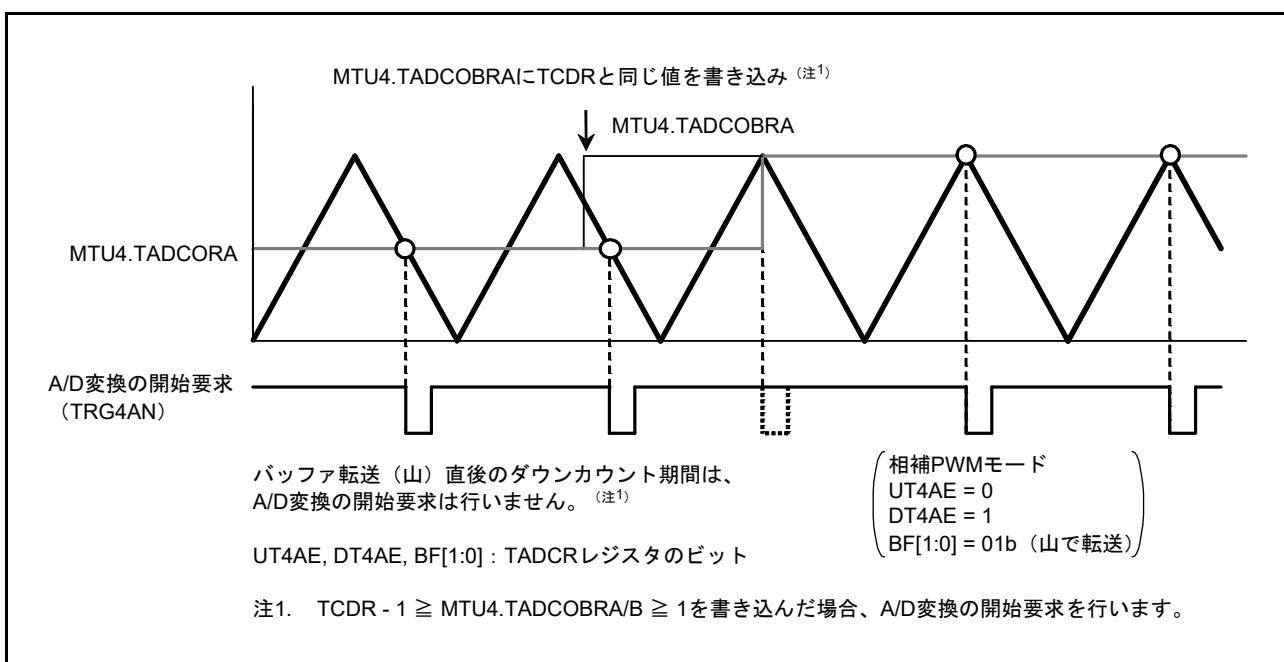

図 20.126 MTU4.TADCOBRA に TCDR と同じ値を書き込んだときの A/D 変換の開始要求
- MTU4.TADCOBRA, MTU4.TADCORB レジスタに TCDR レジスタと同じ値、かつ、MTU4.TADCR レジスタの DT4AE, DT4BE ビットに “1” を設定して、MTU4.TCNT カウンタの山でバッファ転送したとき、転送直後のダウンカウント期間については A/D 変換の開始要求を行いません（図 20.126）。